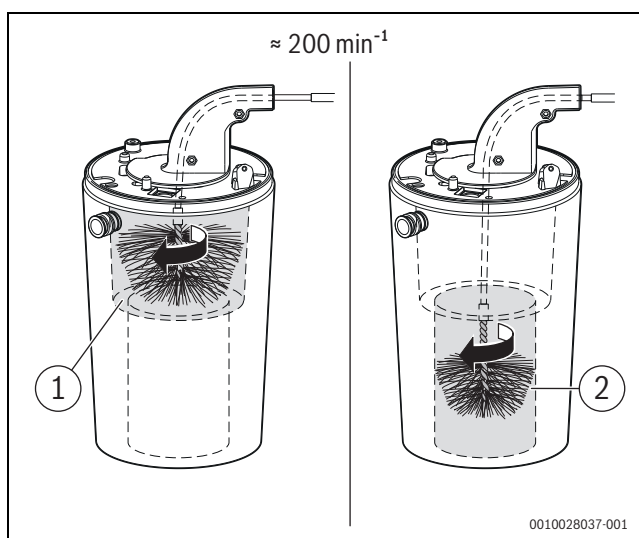

Bild 139 Wärmeblock reinigen (ca.  $200 \text{ min}^{-1}$ , nur Rechtslauf)
- Mit kleiner Bürste für den unteren Bereich wiederholen (→ Bild 139, [2]).